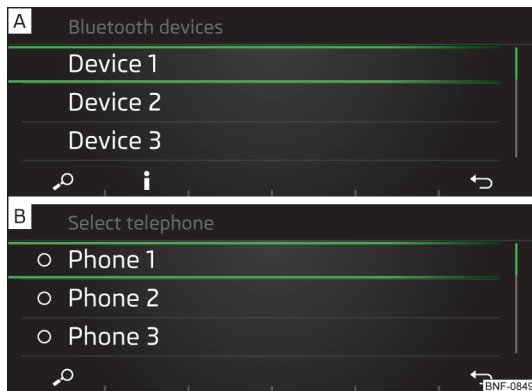

Fig. 110
- En la lista de los equipos Bluetooth® externos encontrados, seleccionar el teléfono deseado » fig. 110 - [A].
- Para **visualizar** las informaciones para la conexión con un equipo Bluetooth® externo, pulsar la tecla de función **i** » fig. 110 - [A].
- En la lista visualizada, seleccionar el teléfono » fig. 110 - [B] o el equipo Bluetooth® externos deseado » fig. 118 de la pág. 93 - [A].